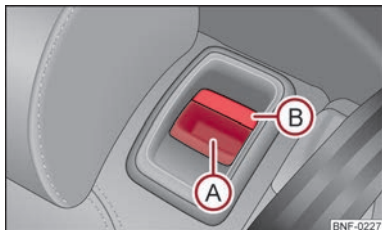

Fig. 36 Frigørelse af ryglæn
- Når du trykker på grebet (A) ⇒ Fig. 36, frigør du ryglænet, og du kan klappe det fremad.
- Kontroller, at den røde markering (B) ⇒ Fig. 36 ikke længere er synlig.